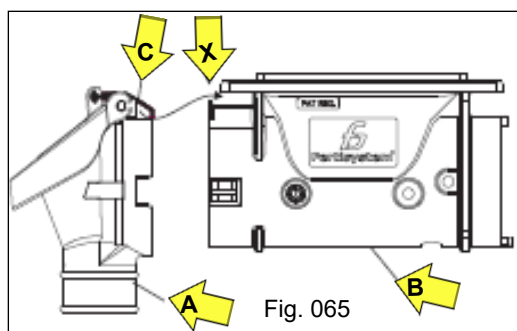
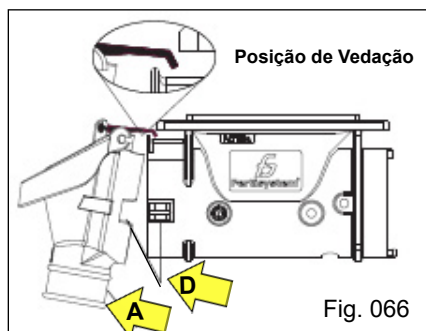
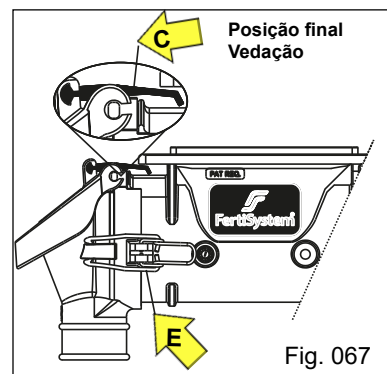

Fig. 065
Fig. 066
Fig. 067
Para realizar a montagem do conjunto do bocal "A", aproxime-o ao corpo principal "B", observando que a vedação "C", fique sobreposta ao ponto "X" do corpo principal "B" (Fig. 065). Para que isso ocorra, incline levemente o conjunto do bocal "A" (Fig. 066) e direcione aos encaixes "D" em ambos os lados, alinhando-os e fixando até o final. Após fixe com o fecho inox "E" (Fig. 067), girando até o travamento final em ambos os lados. Observe a posição final da vedação "C" (Fig. 067).
Ao realizar a operação de retirada do bocal, faça com cuidado o destravamento do fecho inox (E) (Fig. 067) para que não ocorra danos nas mãos pelo "efeito mola" proporcionado pelo mesmo.